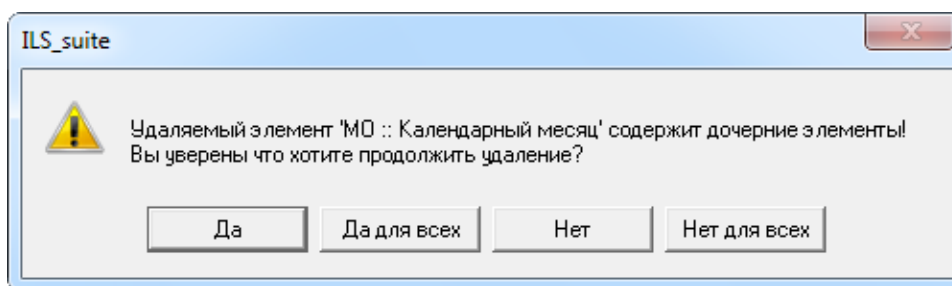

Рис. 10-104 – Сообщение об использовании ресурса экземплярами компонента
5) В открывшемся диалоговом окне нажать «Да» для подтверждения действия (рис. 10-104).